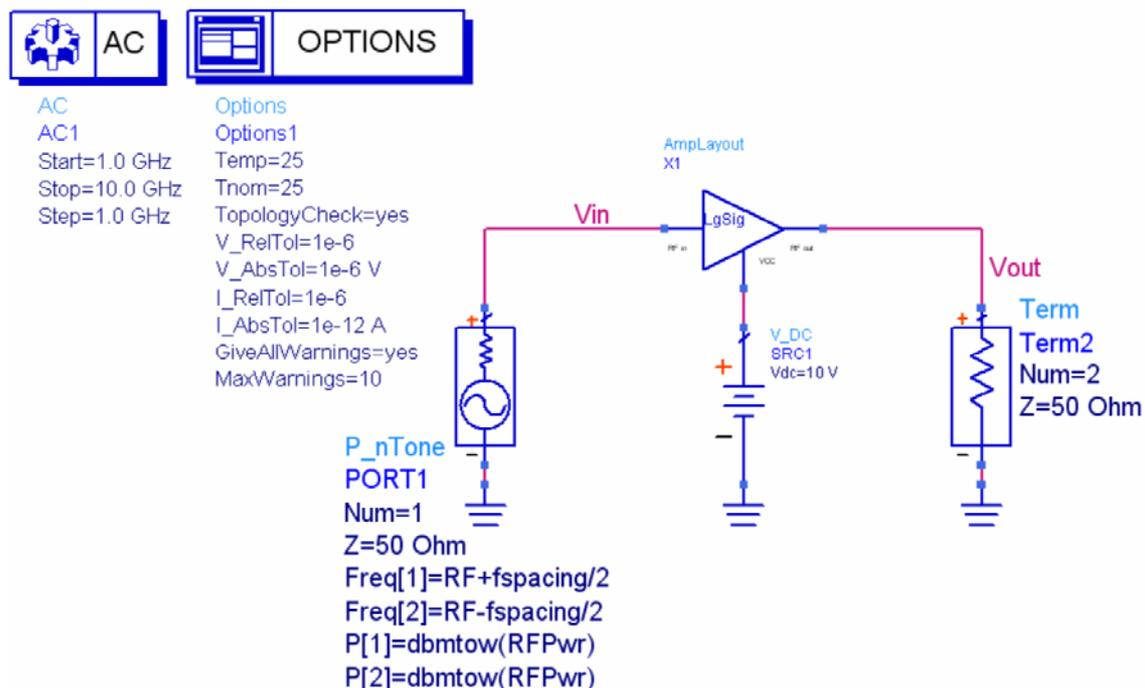

Figura 7.- Ejemplo del controlador AC.
- AC:** El análisis lineal AC realiza un estudio de pequeña señal, para ello primero busca el punto de polarización u operación mediante una exploración DC y sobre este punto, introduce una señal sinusoidal de pequeña amplitud para proceder al estudio del comportamiento del sistema. Esta simulación desprende resultados tales como la ganancia de tensión o la de corriente, también presenta algunas de las fuentes de corriente y tensión de ruido equivalente y demás parámetros de pequeña señal. Las fuentes de ruido que puede considerar el ADS son las de tipo térmico, las de dispositivos no lineales dependientes de la temperatura y de la corriente e incluso ruido de dispositivos activos lineales de dos puertos especificados por los archivos de datos. En la figura 7 se puede observar un ejemplo del controlador AC.